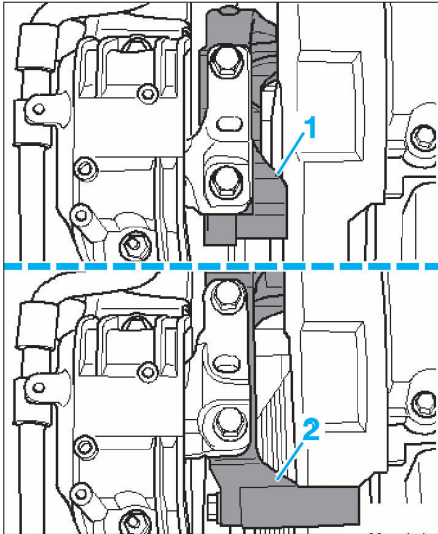

FIG. 16
Si le véhicule est équipé d'un petit support moteur droit (1), il est nécessaire de le déposer pour déposer la courroie de distribution (Fig.16). Par contre, si le véhicule est équipé d'un grand support moteur droit (2), il n'est pas nécessaire de le déposer pour déposer la courroie de distribution.